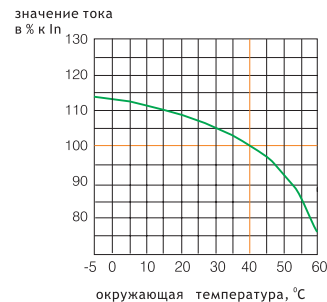

Рис.2
3.11. При применении выключателей с температурой окружающей среды отличной от 40°C следует применять температурный коэффициент рис. 2